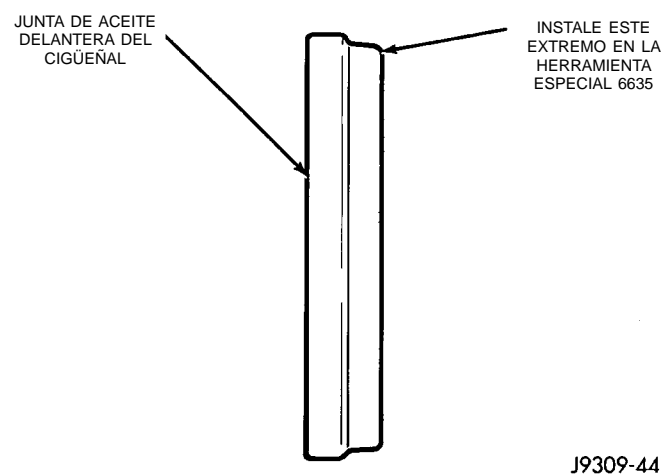

Fig. 23 Colocación de la junta de aceite en la Herramienta de instalación 6635
(1) Utilizando una junta de cubierta nueva, instale cuidadosamente la cubierta de la caja de distribución para no averiar la junta del colector de aceite. Utilice una pequeña cantidad de sellante adhesivo de caucho siliconado Mopar®, o su equivalente en la unión entre la junta de la cubierta de la cadena de distribución y la junta del colector de aceite. Apriete manualmente los pernos de la cubierta de la cadena de distribución.
(2) Coloque el diámetro menor de la junta de aceite sobre la Herramienta de instalación de la junta de aceite delantera 6635 (Fig. 23). Instale la junta de aceite en la acanaladura de la herramienta.